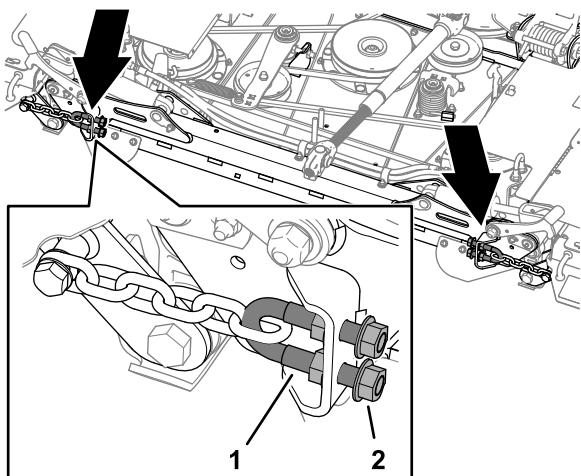

Figure 33
4. À l'arrière du plateau, desserrez complètement les écrous à embase crantée intérieurs qui fixent les 4 étriers filetés en place (Figure 33).